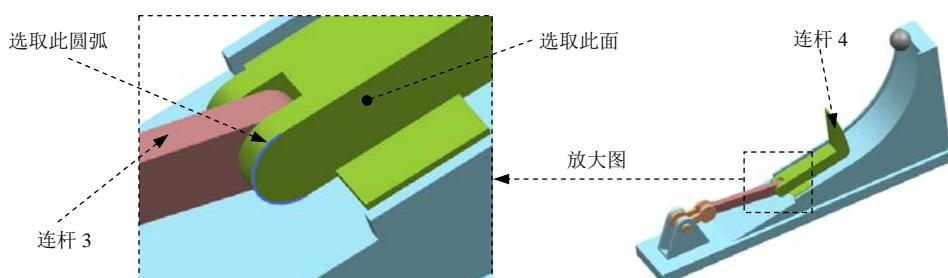

图 6.8.4 定义共线副
(1) 选择下拉菜单 **插入(S)** →  **运动副(I)...** 命令，系统弹出“运动副”对话框；在“运动副”对话框 **定义** 选项卡的 **类型** 下拉列表中选择  **共线** 选项；选取图 6.8.4 所示的连杆 3 为参考连杆；在“运动副”对话框 **操作** 区域的  **指定原点** 下拉列表中选取“圆弧中心”  选项，在模型中选取图 6.8.4 所示的圆弧边线为原点参考；在 **操作** 区域的 **方位类型** 下拉列表中选择 **矢量** 选项，在模型中选取图 6.8.4 所示的曲面为矢量参考。
(2) 在“运动副”对话框 **基本** 区域中选中  **啮合连杆** 复选框；单击 **基本** 区域中的  \***选择连杆** (0) 按钮，选取图 6.8.4 所示的连杆 4 为啮合连杆；在 **基本** 区域的  **指定原点** 下拉列
表中选取“圆弧中心”选项，在模型中选取图 6.8.4 所示的圆弧边线为原点参考；在**基本**区域的**方位类型**下拉列表中选择**矢量**选项，在模型中选取图 6.8.4 所示的曲面为矢量参考。